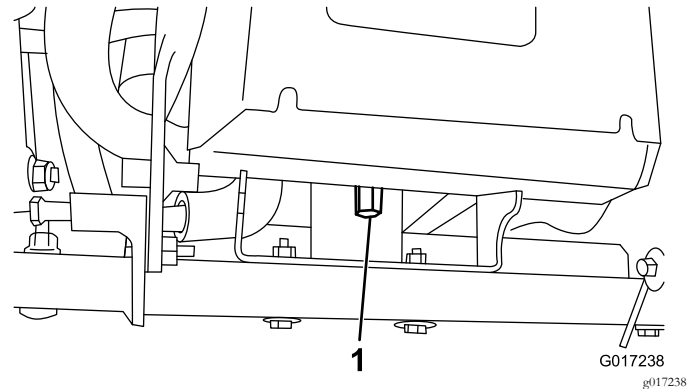

Bild 12
4. Entfernen Sie die große Mutter, mit der das Batterieunterteil hinten am Maschinenrahmen befestigt ist (Bild 12).